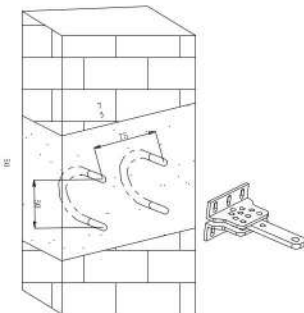

Fig.1
- Fijación de los Soportes (Fig.1) y la (Fig.2).